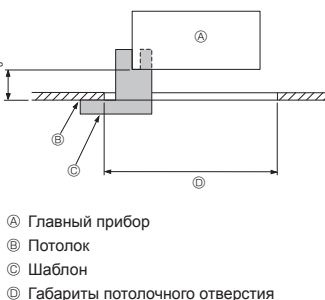

Fig. 2-6
- Убедитесь в том, что операция A выполняется в пределах 17-22 мм. Несоблюдение данного предела может в результате привести к повреждениям. (Fig. 2-6)